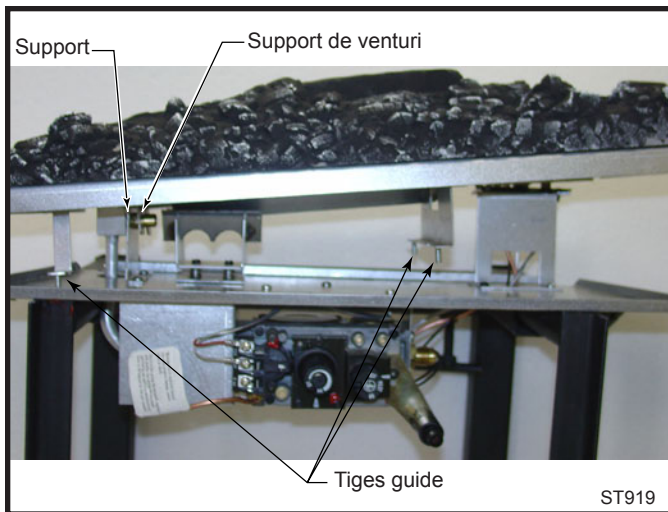

Fig. 80 Inclinez le lit de cendres légèrement afin de corriger l'emplacement du venturi et de l'obturateur d'air.
2. retirez prudemment le lit de cendres en soulevant le côté droit d'abord et en le retirant en direction du côté droit de l'unité. (Fig. 80)